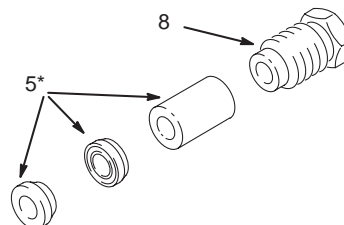

Fig. 24
4. Dévisser la vis de réglage d'étanchéité (8) de l'adaptateur (4) à l'aide de la clé universelle (28).
5. A l'aide d'un outil de démontage de joint, pousser les trois joints d'étanchéité de fluide (5) hors de l'adaptateur (4). Prendre soin de ne pas endommager l'adaptateur. Jeter les joints usagés.
6. Monter les nouveaux joints de fluide (5) et la vis de réglage étanchéité (8) sur le pointeau (13). (Voir Figure 24 pour l'orientation des pièces).